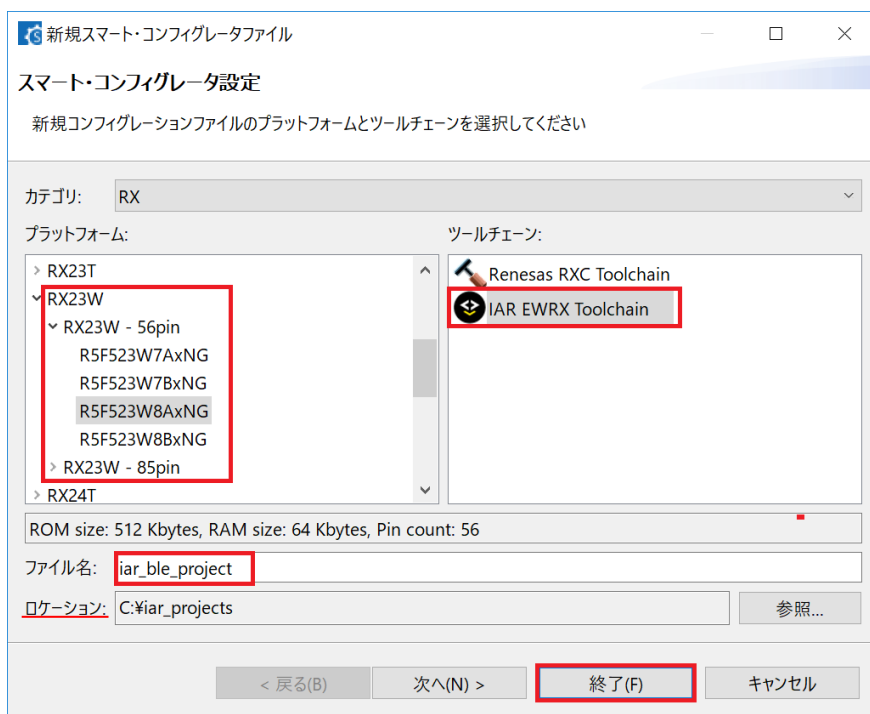

図 4-40 : RX Smart Configurator 単体版の新規プロジェクトの作成画面
- RX Smart Configurator 単体版プロジェクトのロケーション(図 4-40 参照)ディレクトリの `¥src¥smc_gen¥r_bsp¥mcpu¥rx23w¥register_access` にある、iccrx ディレクトリをコピーし、4.9.1 で生成した CCRX プロジェクトの `¥src¥smc_gen¥r_bsp¥mcpu¥rx23w¥register_access` に配置します。
- (2) デモプロジェクトからコピー